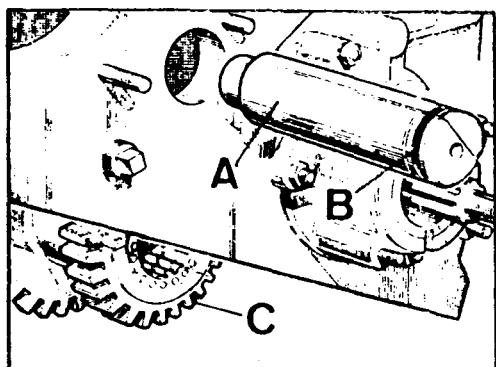

Fig. C1-27 Desmontaje del eje intermedio
1.5. Sujetar el piñón intermedio con la mano mientras utilizando el extractor especial 262772 y 192232, se extrae el eje intermedio, A (Fig. C1-27) completo con el ani-llo-retén de aceite, B. El piñón intermedio, C, se extraerá por la parte inferior de la caja, teniendo cuidado de que los cojinetes de rodillos no se separen de dicho piñón.